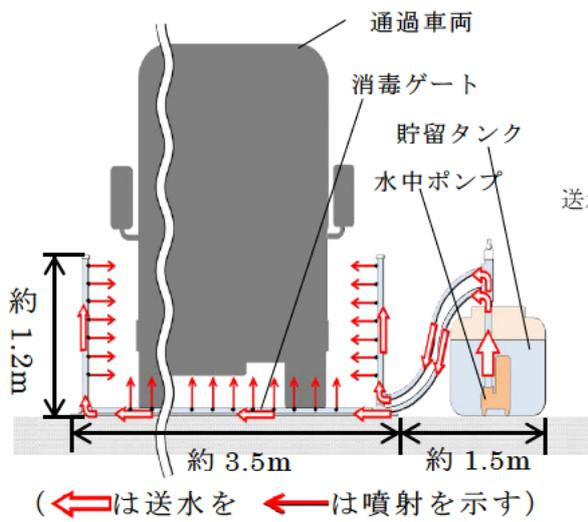

図1 装置模式図
1. 本装置は、通過車輻を光電センサにより検知、水中ポンプが作動して貯留タンク中の消毒液を送水、消毒ゲートから車輻に対して散布、というシーケンスで作動する。消毒ゲートは、送水管（配管用鋼管）表面に約 30 ヶ所開口された直径 5mm の直穴（ドリル孔）を噴射孔とし、電動水中ポンプ（単相 100V、250W）からの送水によって毎秒 2.0~3.0L の消毒液を噴射する（図 1）。